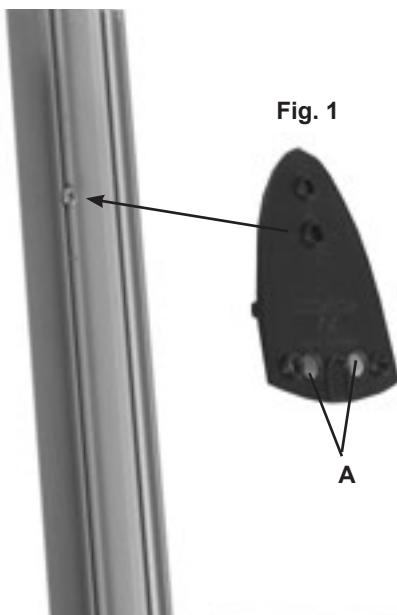

Fig. 1
3. Posizionare il contenitore della photocellula o del selettori in modo da sovrapporre il foro nella vite (Fig. 1). Fissare il contenitore tramite le 3 viti date in dotazione con la colonnina.
3. Placer le logement de la cellule photo-électrique ou du sélecteur de façon à superposer le trou dans la vis (Fig. 1). Fixer le logement à l'aide des 3 vis livrées avec la colonne.
3. Colocar el contenedor de la photocélula o del selector de manera que el orificio coincida con el tornillo (Fig. 1). Fijar el contenedor mediante los 3 tornillos suministrados de serie con la columna.
3. Position the container of the photocell or of the selector in such a way as to overlap the hole in the screw (Fig. 1). Fix the container with the 3 screws supplied with the post.
- Insert the conductors using the two holes in the side of the container (A) and connect the photocell casting or the selector, keeping the wires as short as possible.
3. Das Gehäuse mit der Fotozelle oder dem Wähltschalter so positionieren, dass die Bohrung der Schraube bedeckt wird (Abb. 1). Das Gehäuse mit den 3 Schrauben der Säulenausstattung befestigen.
3. Posicionar o contentor da photocélula ou do selector de maneira a sobrepor o furo ao parafuso (Fig. 1). Fixar o contentor através dos 3 parafusos fornecidos com a coluna. Pasar os condutores utilizando os dois furos laterais do contentor (pormenor A) e efectuar as ligações do corpo da photocélula ou do selector tendo os fios o mais curtos possível.